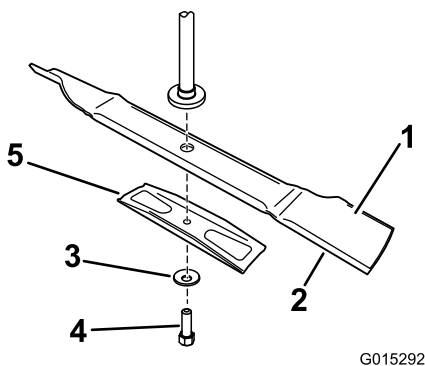

Figura 46
Tenete l'estremità della lama con un cencio o un guanto bene imbottito. Togliete il bullone (ruotandolo in senso antiorario), la rondella curva, il rinforzo della lama e quest'ultima dall'asse del fusello (Figura 46).
1. Montate la lama sull'asse del fusello (Figura 46).
2. Montate il rinforzo della lama, la rondella curva (lato concavo verso la lama) ed il bullone della lama (ruotandola in senso orario)(Figura 46).